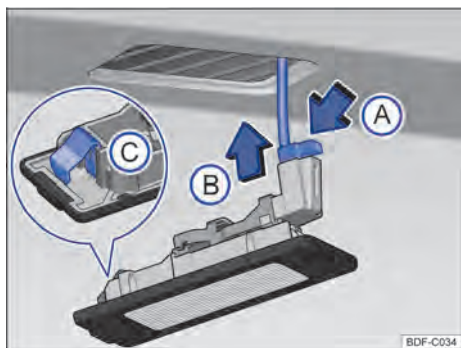

Fig. 132 Lanterna da placa de licença: desinstalar o suporte da lâmpada.
3. Pressionar a trava do soquete do chicote da lanterna de placa de licença no sentido da seta → Fig. 132 (A) e remover o chicote.
4. Com a lanterna de placa de licença desconectada do veículo remover a lâmpada queimada puxando-a → Fig. 132 (B).
9. Posicionar o conjunto da lanterna da placa de licença cuidadosamente na abertura do para-choque. Atentar para a correta direção de instalação da lanterna da placa de licença com a trava conforme → Fig. 132 (C).